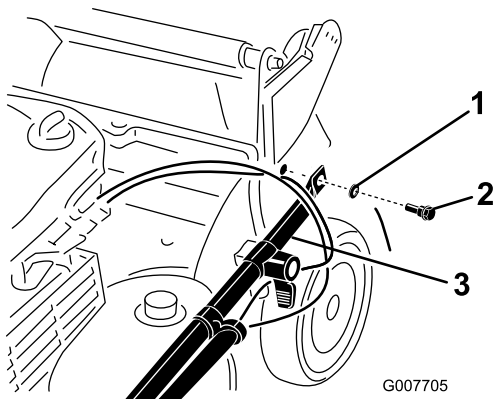

Рисунок 3
2. Присоедините торцевые части рукоятки к машине, установив две шайбы и два болта рукоятки (**Рисунок 3**), но не затягивайте эти болты.